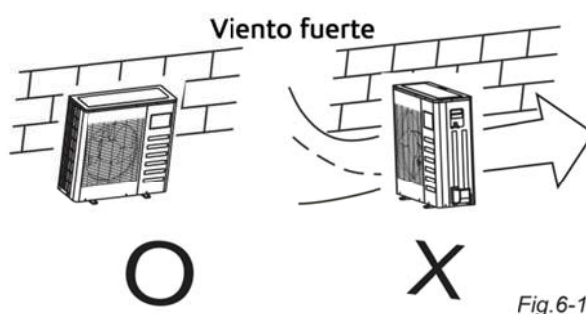

Fig.6-1
- o Si el lugar de instalación está sometido a viento fuerte, por ejemplo, un lugar cercano al mar, asegure el funcionamiento normal del ventilador colocando la unidad a lo largo de la pared o utilizando un conducto o placas de protección (fig.6-1)